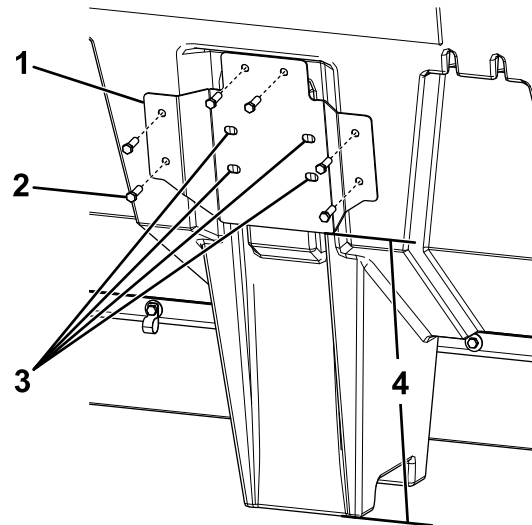
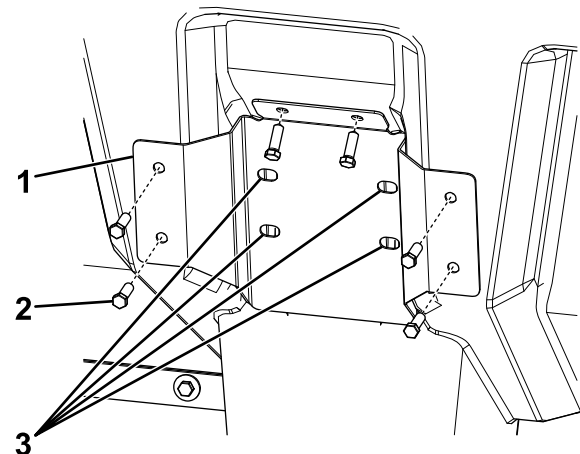

Bild 2
Bild 3
- Bei VBX 6500 Streuern sollte die Unterseite der Montageplatte ca. 37 cm von der Unterseite der Streuerbeine entfernt sein (**Bild 2**).
- Positionieren Sie bei VBX 8000 Streuern das abgewinkelte Ende der Montageplatte bündig gegen den Winkel auf der Füllkastenseite (**Bild 3**).
- Bei VBX 9000 Streuern sollte die Unterseite der Montageplatte ca. 40,7 cm von der Unterseite der Streuerbeine entfernt sein (**Bild 2**).
- Markieren Sie die Position der vier zentralen Löcher in der Montageplatte am Füllkasten (**Bild 2** und **Bild 3**).
5. Befestigen Sie die äußere Montageplatte mit sechs Stehbolzen am Füllkasten (Bild 2 und Bild 3).